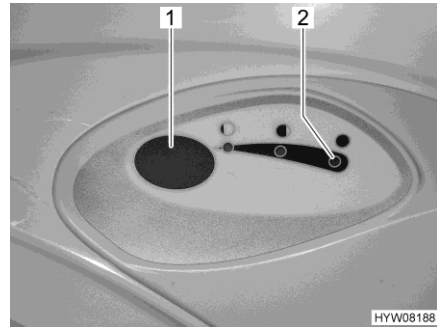

Bild 286 Spülknopf/Kontroll-Leuchte (Thetford-Toilette)
- Zum Spülen den blauen Spülknopf (Bild 286,1) drücken.
Die Kontroll-Leuchte (Bild 286,2) leuchtet, wenn der Fäkalientank entleert werden muss.